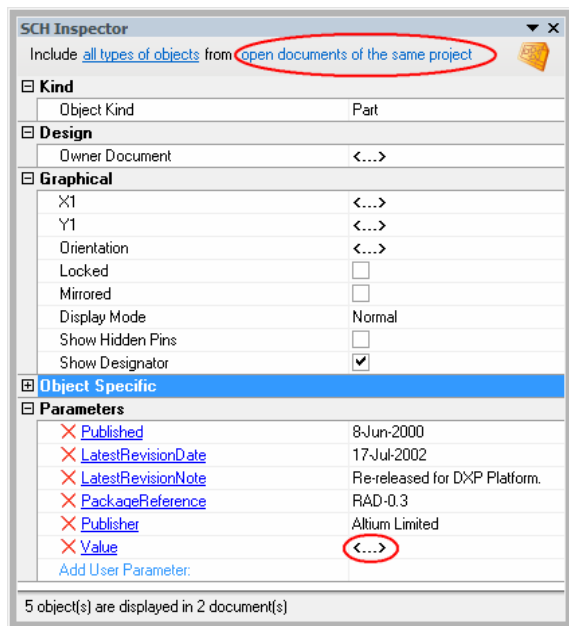

图 6-15 SCH Inspector 对话框
(3) SCH Inspector 对话框显示所有被选中的电容的属性信息，如图 6-15 所示。将对话框上部的匹配对象来源设置为 open documents of the same project，即只修改本工程中的无极性电容值。注意，Parameters 区域的 Value 属性值显示为<...>，这是因为被选中的电容没有统一的电容值。进一步推广，如果被选中对象的相同属性的属性值不尽相同，都会显示为<...>。
(4) 单击该 Value 属性的<...>文本框，在其中输入 470pF，按下回车键或者单击该